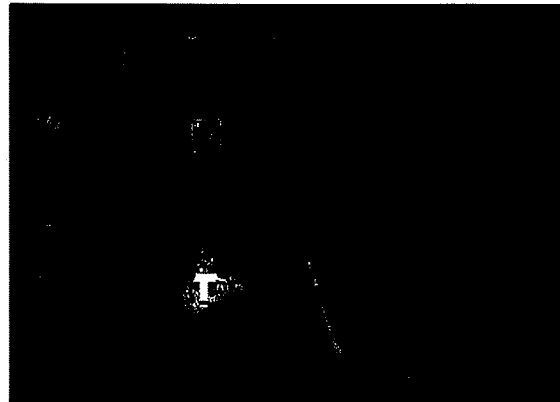

Figure 17
1. Pour abaisser le suceur et faire démarrer le moteur d'aspiration, poussez le levier du suceur vers la droite et abaissez-le. Voir figure 17.